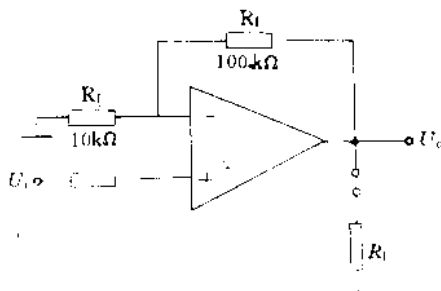

图 2-2
实验电路如图 2-2 所示。
2. 测量图 2-2 电路的 R_{if} 时， R_s 的阻值仍用上题选取的结果可否？为什么？